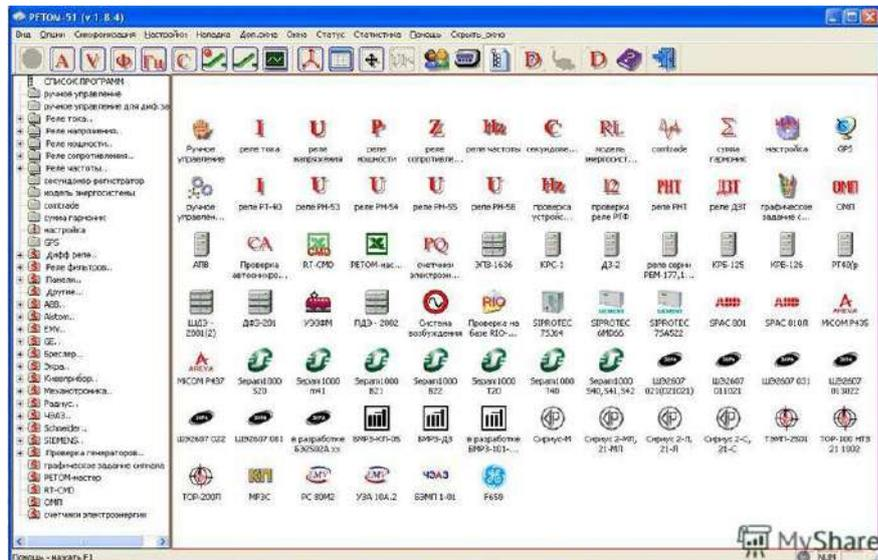

Рисунок 3.10 – Окно «РЕТОМ–61»
13. Запустить приложение «РЕТОМ.exe» от имени администратора (рис. 3.10).